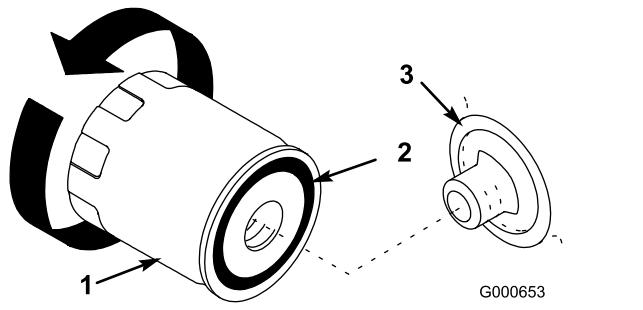

Bild 31
8. Entfernen Sie den Altfilter und wischen die Kontaktfläche am Filteradapter (Bild 31) ab.
11. Ölen Sie die Gummidichtung am Ersatzfilter leicht mit Frischöl ein (Bild 31).
12. Setzen Sie den Ersatzölfilter auf den Filteradapter auf. Drehen Sie den Ölfilter nach rechts, bis die Gummidichtung den Filteradapter berührt. Ziehen Sie ihn dann um eine weitere halbe Umdrehung an (Bild 31).